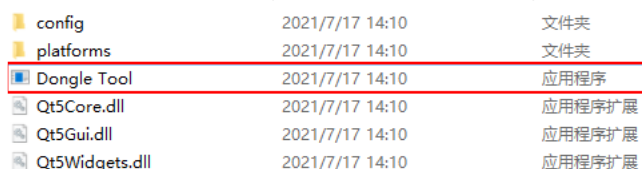

图8-26 Dongle Tool
2. 在解压后的安装包路径中找到 Dongle Tool，如图 8-26 所示，双击打开。